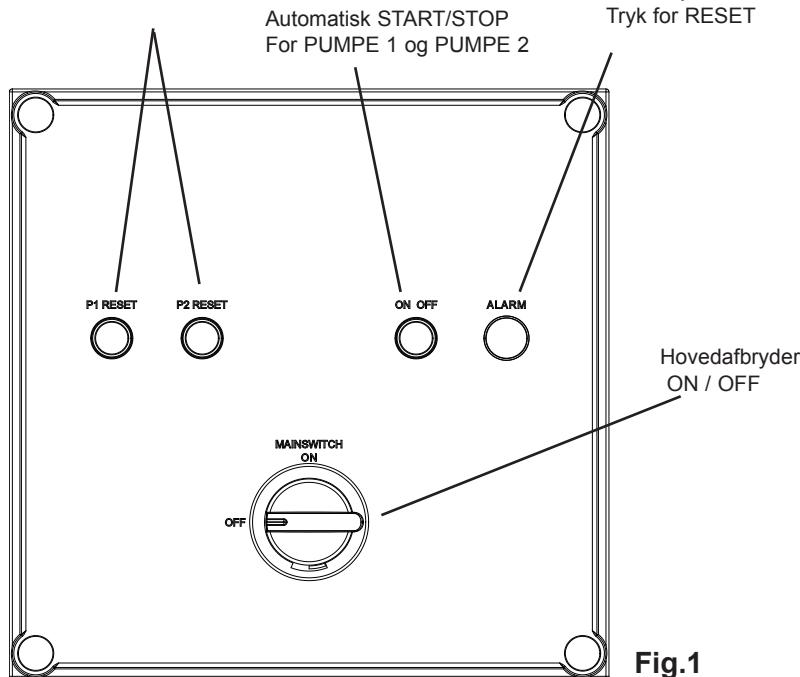

Fig.1
Afhængig model og konfiguration af Deres maskine, er der som standard her beskrevet funktion for nedenstående 4 standard maskiner se FIG 1 og FIG 2. Anden konfiguration kan forekomme, men som princip kan denne vejledning dække alle modeller.
Microprocessor styrer og kontrollere. (-vha 2 stk pressostater, 1 stk paddelflow & 1 stk trykvagt) FIG.1
3. Hvis vandtrykket er <0,5 Bar ind >*20 sek. slukke pumpe 1 og er vandtrykker stadig <0,5 Bar slukker også pumpe 2. Se Fig 1. Alarm, blinker = afventer. Alarm lyser konstant = STOP. Efter ALARM STOP nulstilles automatikken ved at trykke på ON/OFF en gang.
4. Hvis en motor bliver overbelastet slår termorelætet ud. RESET af termorelætet ved tryk på knap mærket med R Motorværn vil nu kunne tillade en ny opstart. Se FIG. 1 * sekunder kan justeres efter behov.
3. Hvis en motor bliver overbelastet slår termorelætet ud. RESET af termorelætet ved tryk på knap mærket med R Motorværn vil nu kunne tillade en ny opstart. Se FIG. 1 * sekunder kan justeres efter behov.